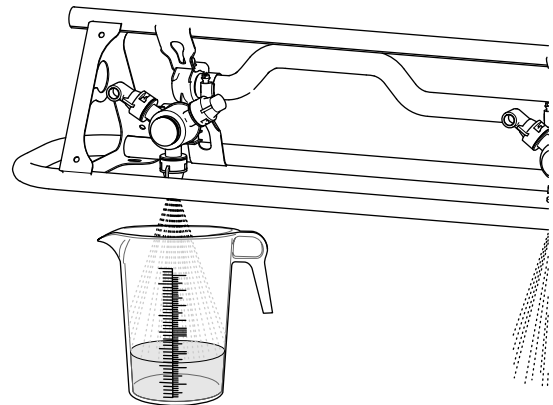

Bild 82
- Stellen Sie den Auffangbehälter unter die Düse, bevor Sie die Abschnitte einschalten (Bild 82).
- Führen Sie den Fangtest für mindestens 15 Sekunden an einer der Düsen durch (Bild 82).